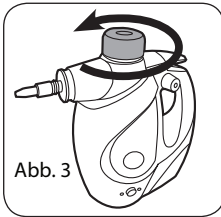

Abb. 3
1. Dampfweidner auf eine ebene Fläche stellen. Wenn sie Wasser während und nach dem Betrieb nachfüllen, lesen Sie die Anweisungen im Kapitel „Wassertank füllen während des Betriebes“. Nachdem das Gerät abgekühlt und der Druck reduziert ist, kann man den Wassertankverschluss gegen den Uhrzeigersinn (Abb. 3) leicht öffnen.